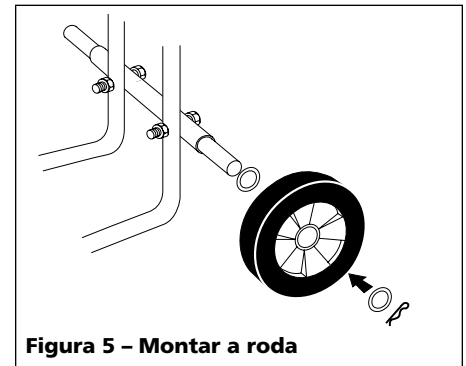

Figura 5 - Montar a roda
5. Repetir do outro lado (ver Figura 5).